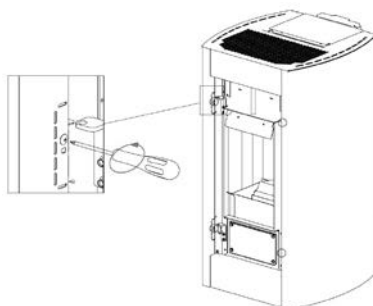
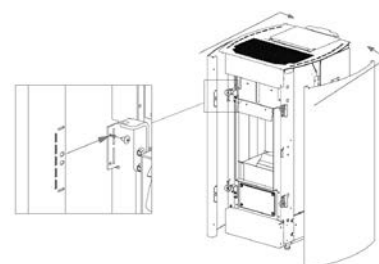

Fig. 57 - Rimozione viti
Fig. 58 - Rimozione fianchi
- Svitare le 4 viti anteriori e rimuovere i fianchi (vedi **Fig. 57** e **Fig. 58**).